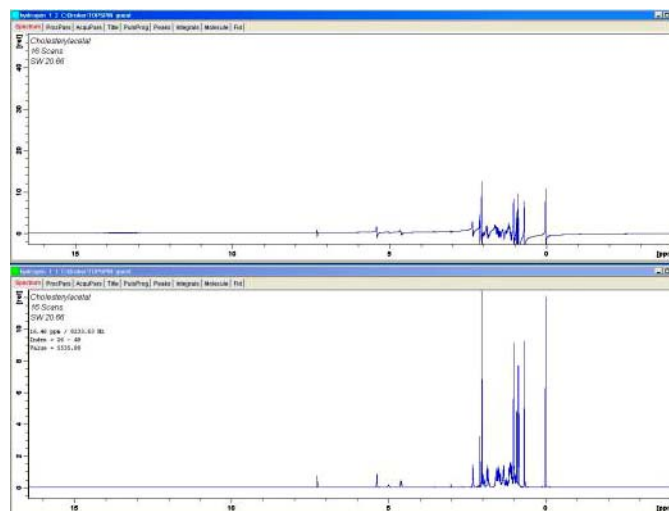

Figura 7.3: Ejemplo de un espectro con corrección de fase (abajo) y sin corrección (arriba)
Si en alguna etapa los datos desaparecen de la ventana de visualización, haga clic en las funciones de escalado mostradas en la Figura 7.3 para restablecer los datos en la ventana de la pantalla.
3. Para volver a ajustar el espectro horizontalmente y visualizar el espectro completo, haga click en el botón de escalado como se indicó en la Figura 7.3.